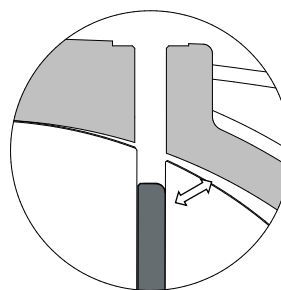

Рис. 6.5
• Необходимо установить новые лопасти скругленным углом по направлению к корпусу (Рис. 6.5).
- Необходимо установить новые лопасти скругленным углом по направлению к корпусу (Рис. 6.5).